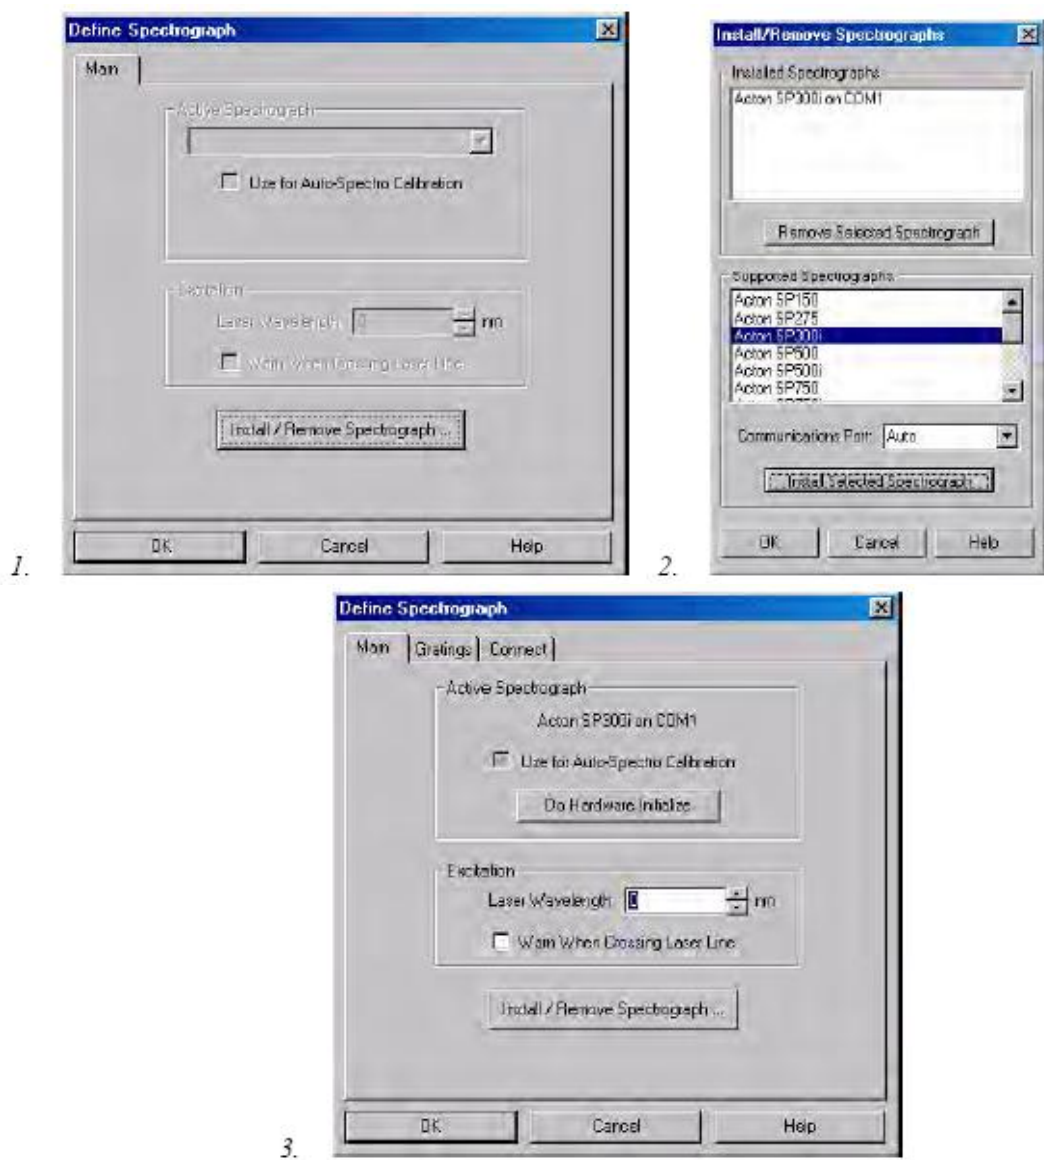

图44 定义光谱仪以及安装/卸载光谱仪对话框
- 3、如果您有一个光谱仪，使用“Spectrograph”菜单（仅适用于 WinSpec/32）上的选项设置光谱仪性能。如果光谱仪还没有进行安装，先点击“Install/Remove Spectrograph”然后设置光谱仪性能。图 44 显示的是在 WinSpec/32 中进行 Acton 300I 光谱仪设置的相关操作。